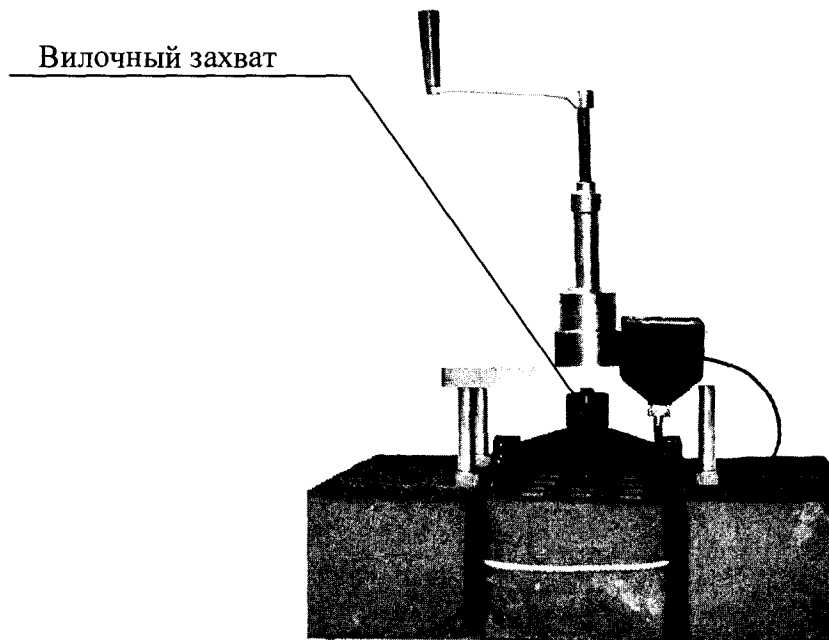

Рисунок 3 – Установка прибора при измерении
2.2.1.1 Установить прибор опорами на соседние кирпичи, а вилочный захват завести на регулировочный болт (рис. 3). Совмещение паза вилочного захвата с регулировочным болтом по высоте производится вращением вилочного захвата.